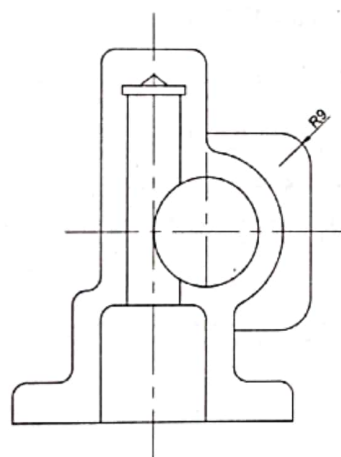

图 5-114 圆角操作
▶Step16 继续执行“圆角”命令，设置圆角半径为 9mm，再对图形进行圆角操作，如图 5-114 所示。